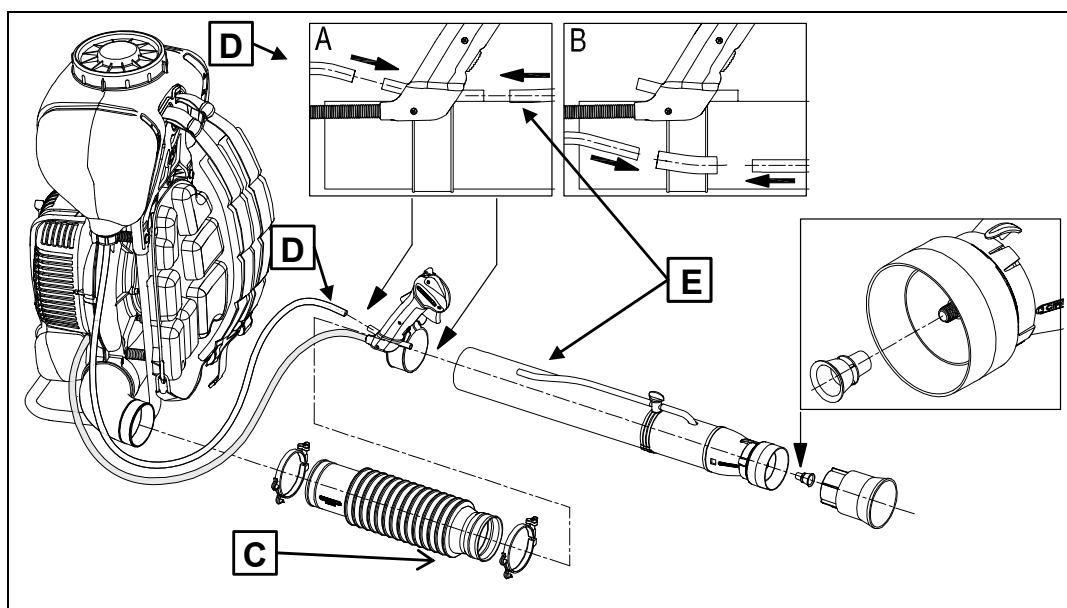

Рис.3. Сборка опрыскивателя
4. Присоедините гибкую трубу к угловому патрубку и к трубе подачи воздуха (рис.1, элемент 12). Обязательно убедитесь, что конус **С** (рис.3) направлен в сторону трубы подачи воздуха. После этого зафиксируйте хомуты.
8. Вставьте две трубки **D** и **E** (рис.3.) подачи рабочего раствора (рис.1, элемент 18) на рукоятку, как показано на рис.3 в квадрате **A**.
9. Если Вы хотите избежать протекания рабочего раствора через рукоятку, присоедините трубки подачи рабочего раствора так, как показано в квадрате **B** (рис.3). Для этого используйте пластиковый обратный патрубок (находится в сумке для ключей).